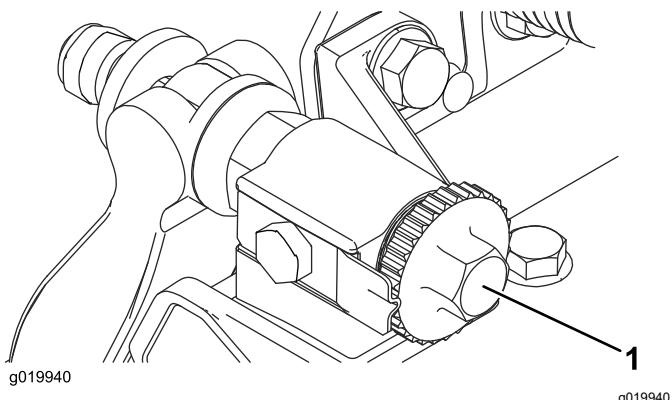

図7
A. ベッドバー調整ネジを時計回り(図7)に、軽い接觸感と音がするまで1度に1クリックずつ回す。